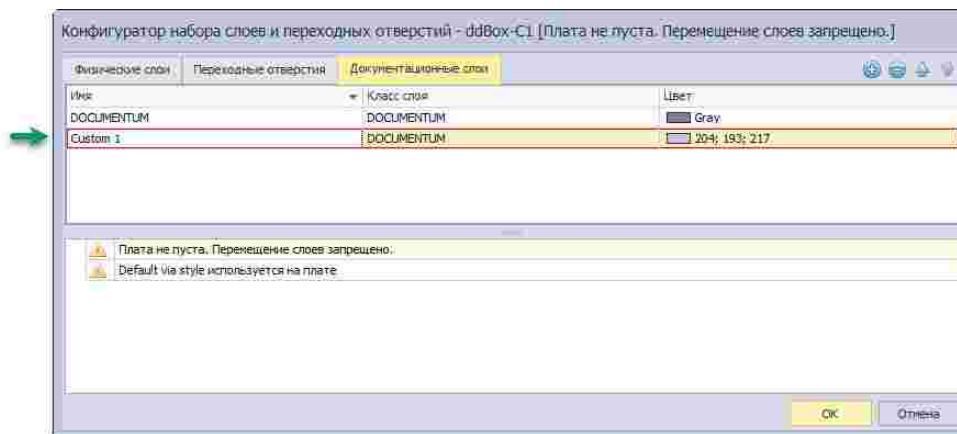

Рис. 27 Выбор документационного слоя
2. Выбрать в таблице документационный слой, который необходимо удалить, см. Рис. 27.